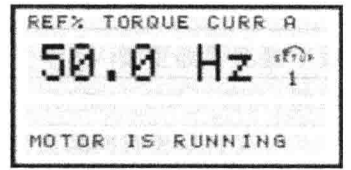

图 1-11 读数状态 III 显示内容
(3) 读数状态 III 在该状态下,给出第一行和第二行中运行变量的参数名称和单位——运行变量 2 保持不变,图 1-11 所示为读数状态 III 显示的内容。只要按下 [DISPLAY/STATUS](显示/状态)键,就将保持该读数状态,在松开该键时,系统将切换到读数状态 II,但如果按下该键的时间不足 1 s,系统则总是切换到读数状态 I。